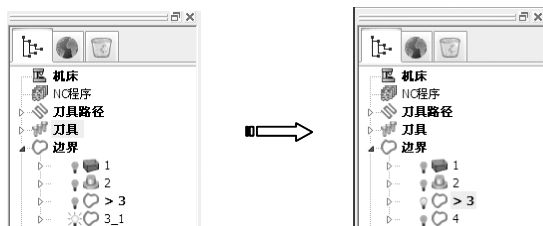

图 3-178 重命名边界
1) 在绘图区选择上一步所创建的边界 3，在该线上单击鼠标右键，在弹出的快捷菜单中选择“编辑”→“复制边界”命令，在 PowerMILL 资源管理器中可将复制出一个新边界，将其重新命名为 4，如图 3-178 所示。